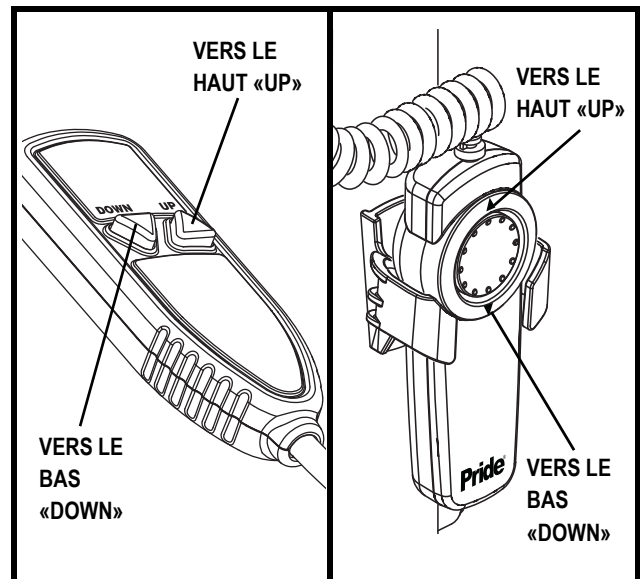

Figure 10. Les styles de la manette commande
1. Appuyez et maintenez le bouton "BAS". **Voir la figure 10.** Le système de levage se déplacera hors du véhicule jusqu'à son arrêt avant le plus éloigné, puis l'abaisser jusqu'au sol. Une fois que la plate-forme a atteint le sol, relâchez le bouton "BAS".
6. Appuyez et maintenez le bouton "HAUT". Voir la figure 10. Le système de levage se déplacera jusqu'à son point le plus élevé, puis faites le glisser dans le VUS ou la fourgonnette. Une fois que l'appareil de mobilité est rangé complètement à l'intérieur du véhicule, relâchez le bouton.